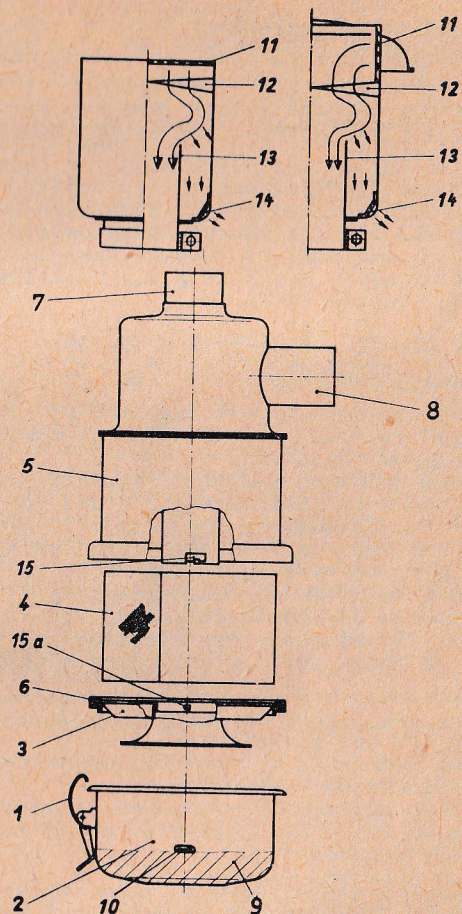

Abb. 29 - Schematische Darstellung des Ölbadluftfilters mit Zyklon
7.4.1. Wartung des Ölbadluftfilters (Abb. 29)